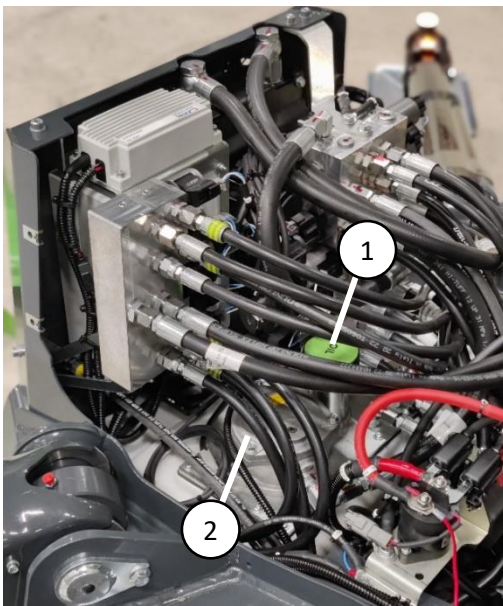

Abbildung 26. Hydrauliköltank
Der Hydraulikölwechsel kann entweder über den Saugfilter oder über den Deckel des Hydrauliköltanks (Abbildung 26 (1)) mit einer Saugpumpe erfolgen. Der Saugfilter befindet sich im Boden des Fahrgestells hinter der Wartungsklappe (Abbildung 27). Das Hydrauliköl kann durch Öffnen des Anschlusses am Saugfilter abgelassen werden. Das Ölwechselvolumen beträgt 35 Liter.
Der Hydrauliköl-Rücklauffilter (Abbildung 26 (2)) befindet sich oben auf dem Hydrauliköltank an der Rückseite des Fahrgestells. Der Filterwechsel erfolgt durch Öffnen des Deckels des Filtergehäuses und Ersetzen der Filterpatrone durch eine neue. Die Filterpatrone wird mit der Öffnung nach oben montiert. Danach wird der Deckel wieder auf das Filtergehäuse aufgesetzt. Vergewissern Sie sich, dass keine Lecks vorhanden sind, bevor Sie die Abdeckungen wieder an der Maschine anbringen.
Der Hydraulikölstand kann mit dem Messstab im Filterdeckel (Abbildung 26 (1)) kontrolliert werden. Der Ölstand sollte an der oberen Markierung des Messstabes liegen, wenn sich die Zugangsplattform in Transportstellung befindet (Ausleger unten und Stützen ganz oben).